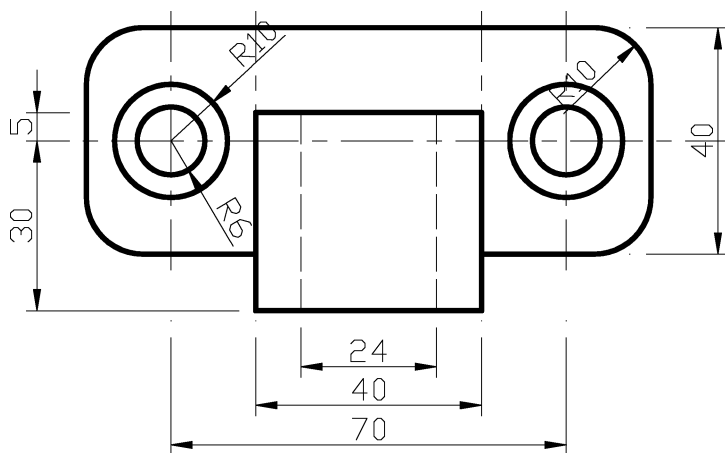

图 3-77 绘制支座
6) 在功能区单击“常用”选项卡→“修改”面板→“圆角”按钮，并将圆角半径设为 8，对支座四角进行圆角处理，结果如图 3-77 所示。